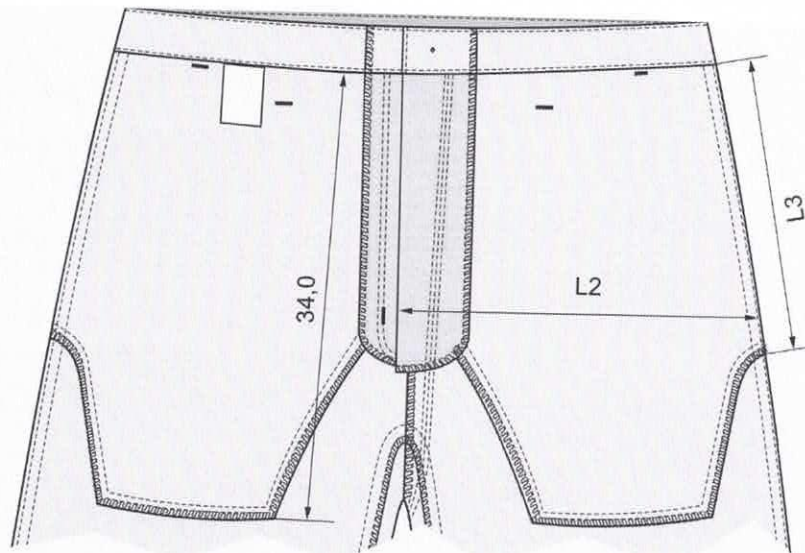

Figura 9: Detalhes Internos do Dianteiro
4.2.3 Forros dos bolsos no próprio tecido da calça, com altura medindo 34,0 cm e largura variável L1 e altura lateral variável L2. Forros fechados por overlock 5 fios nas laterais e fundos (ver figura 9);